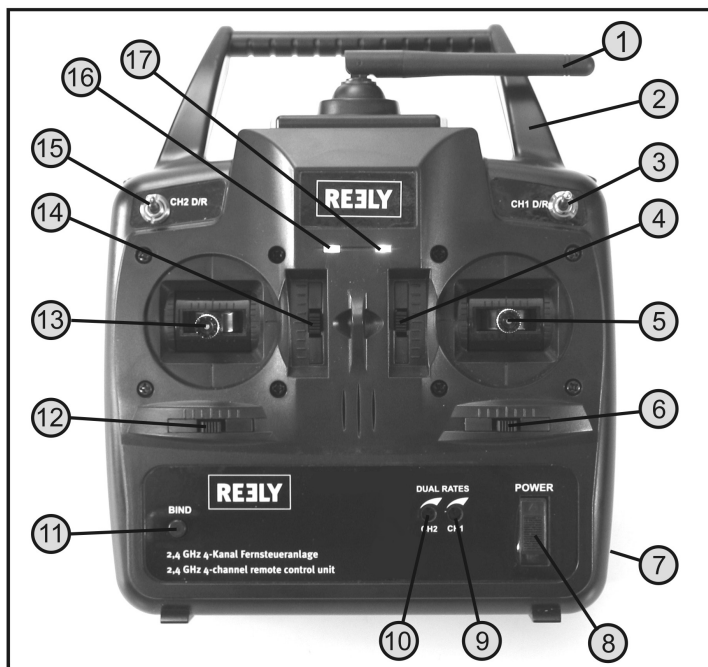

Bild 1
Winkeln Sie die Senderantenne (siehe Bild 1, Pos. 1) seitlich ab, sodass die Antenne im 90°-Winkel zur gedachten Verbindungslinie Fernsteuerung/Modell steht.
Wenn die Empfangsantenne im Modell waagrecht ausgerichtet ist, stellen Sie die Senderantenne ebenfalls waagrecht ein (siehe Bild 1). Ist die Empfangsantenne im Modell senkrecht ausgerichtet, so stellen Sie die Senderantenne ebenfalls senkrecht ein. Die Spitze der Senderantenne zeigt dann während des Modellbetriebs in Richtung Kopf des Fernsteueranlagen-Bedieners. So erreichen Sie die beste Signalübertragung zum Modell.
Zur Stromversorgung des Senders benötigen Sie 4 Batterien (z.B. Conrad Best.-Nr. 652507, 4er-Pack, bitte 1x bestellen) oder Akkus der Größe Mignon (AA). Aus ökologischen und auch wirtschaftlichen Gründen ist es in jedem Fall empfehlenswert, Akkus einzusetzen, da diese im Sender über eine eingebaute Ladebuchse (siehe Bild 1, Pos. 7) wieder aufgeladen werden können.
Wenn die Akkus geladen sind bzw. neue Batterien eingelegt sind, schalten Sie zu Testzwecken den Sender mit Hilfe des Ein-/Aus-Schalters (siehe Bild 1, Pos. 8) ein. Schieben Sie dazu den Bedienknopf von der unteren Stellung in die obere Position.
Zunächst leuchtet die rote LED für die Spannungs-Anzeige (siehe auch Bild 1, Pos. 17) auf. Kurze Zeit später gibt die Fernsteuerung zwei Signaltöne ab und die grüne LED für die Funktions-Anzeige (siehe auch Bild 1, Pos. 16) beginnt zu leuchten.
Sollte die Spannungsversorgung unter 4,2 V fallen, so beginnt die grüne LED für die Unterspannungsanzeige (siehe auch Bild 1, Pos. 16) schnell zu blinken und der Sender gibt im gleichen Rhythmus kurze Signaltöne ab. In diesem Fall sollten Sie den Betrieb Ihres Modells so schnell wie möglich einstellen.
Die 4 Kanal-Fernsteuerung verfügt über eine digitale Trimmung, bei der die vier Steuerkanäle mit jeweils einer Trimm-Taste (siehe auch Bild 1, Pos. 4, 6, 12 und 14) individuell eingestellt werden können.